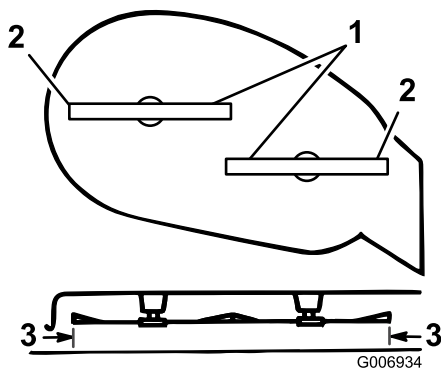

Figure 47
5. Tournez prudemment les lames pour qu'elles soient parallèles dans le sens transversal (Figure 47).
- Mesurez la distance entre les tranchants extérieurs et le sol plat (Figure 47). Si les deux mesures diffèrent de plus de 5 mm, un réglage est nécessaire (voir les points 7 à 10).